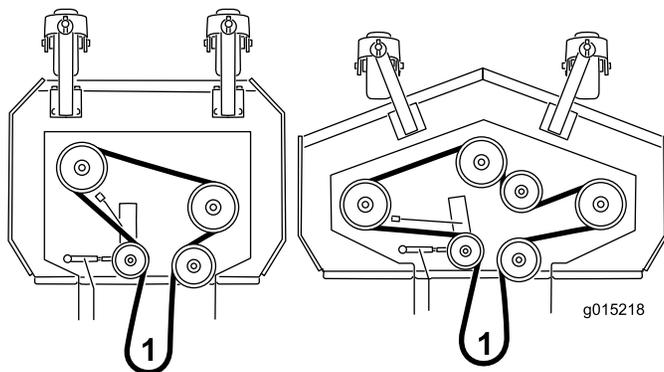

Figura 5
9. Controllate il percorso della cinghia di trasmissione del piatto (Figura 5). Fate riferimento alla sezione Regolazione della tensione della cinghia del tosaerba nel *Manuale operatore* per regolare correttamente la cinghia di trasmissione del piatto. Accertate che la cinghia si trovi sul lato corretto della guida della cinghia sotto al telaio del motore e regolate la guida della cinghia.